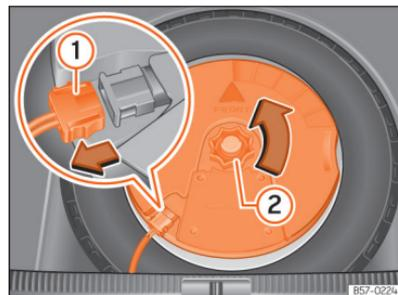

Abb. 215 Im Gepäckraum: Subwoofer ausbauen.
- Ziehen Sie das Subwoofer-Lautsprecherkabel heraus »» (Abb. 215) ①.
- Drehen Sie das Befestigungshandrad entgegen dem Uhrzeigersinn heraus »» (Abb. 215) ②.